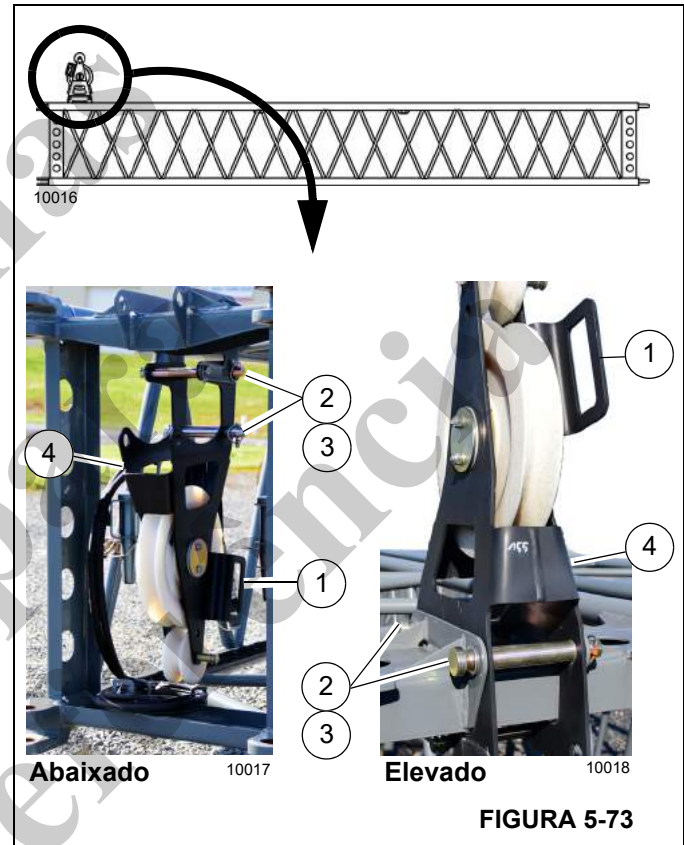

FIGURA 5-73
- a. Segure a alavanca (1, Figura 5-73) e remova os grampos de retenção (2) e os pinos (3).
- b. Gire o conjunto de polias do mastro (4) para a posição abaixada. Alinhe os orifícios.
- c. Instale os pinos (3). Fixe com grampos de retenção (2).